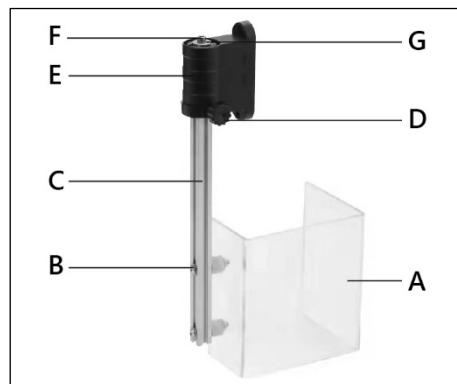

Рисунок 13.
Прикрепите защитный экран (A) (рис. 13) к направляющей (C) с помощью двух винтов, шайб и гаек (B). Вставьте направляющую в специальный кронштейн (E). Затем установите ограничительную шайбу (G) с помощью винта (F). Настроить высоту установки защиты можно с помощью винта (D).